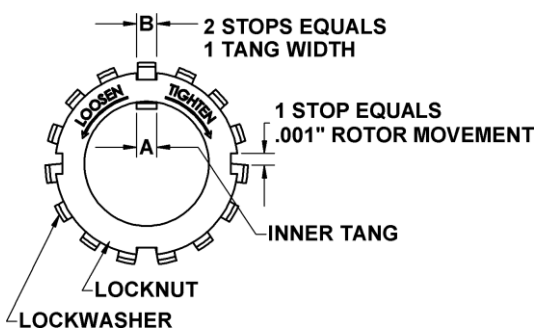

Figura 7 - Ajuste de la contratuerca
13. Instale el cabezal exterior (20), el sello mecánico (153) y el cojinete (24) siguiendo las instrucciones de los pasos 6 a 11.
14. Gire el eje con la mano para acoplar las lengüetas de accionamiento del sello mecánico y comprobar que no haya puntos de fricción ni zonas de resistencia. Si el rotor no gira libremente, dé unos ligeros golpecitos en los bordes de los cabezales con un mazo de punta blanda hasta encontrar la posición correcta. Coloque todos los tornillos de cabeza (21) restantes para cada cabezal (20) y apriételos uniformemente a un par de 30 libras-pie (40,7 Nm).
Es importante que las tuercas de bloqueo de los rodamientos (24A) y las arandelas de seguridad (24B) se instalen y ajusten correctamente. Apretar en exceso las tuercas de bloqueo puede provocar el fallo del rodamiento o la rotura de la lengüeta de la arandela de seguridad. Si las tuercas de bloqueo están flojas, el rotor se desplazará contra los discos (71), lo que provocará desgaste. Véase la figura 7.